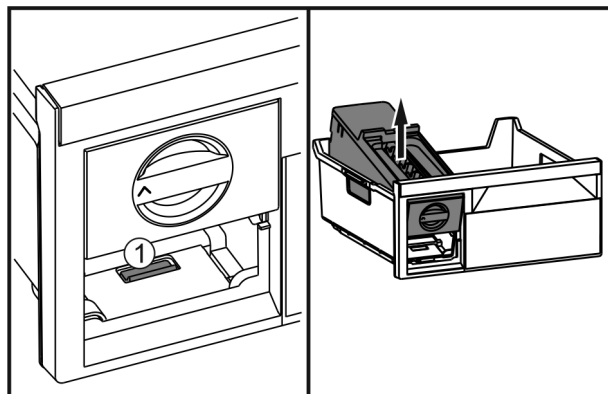

Fig. 50
- Нажать на накладку Fig. 50 (1), EasyTwist-Ice поднять сзади и вынуть из выдвижного ящика морозильника.